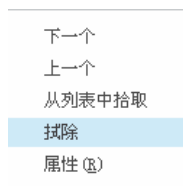

图 10.11.31 快捷菜单
- (2) 右击，在系统弹出的图 10.11.31 所示的快捷菜单中，选择 **拭除** 命令。
- (3) 在图形区的空白处单击，以刷新屏幕，此时可以看到该基准符号已被拭除。